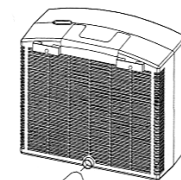

FIG.7
1. Fixez l'entretoise à l'unité extérieure . FIG 7